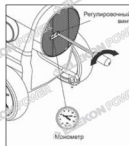

Рис. 21. Регулировка давления насоса
- С помощью отвертки отрегулируйте давление как показано на рис. 21. Поворот по часовой стрелке увеличивает давление, против часовой стрелки — уменьшает.